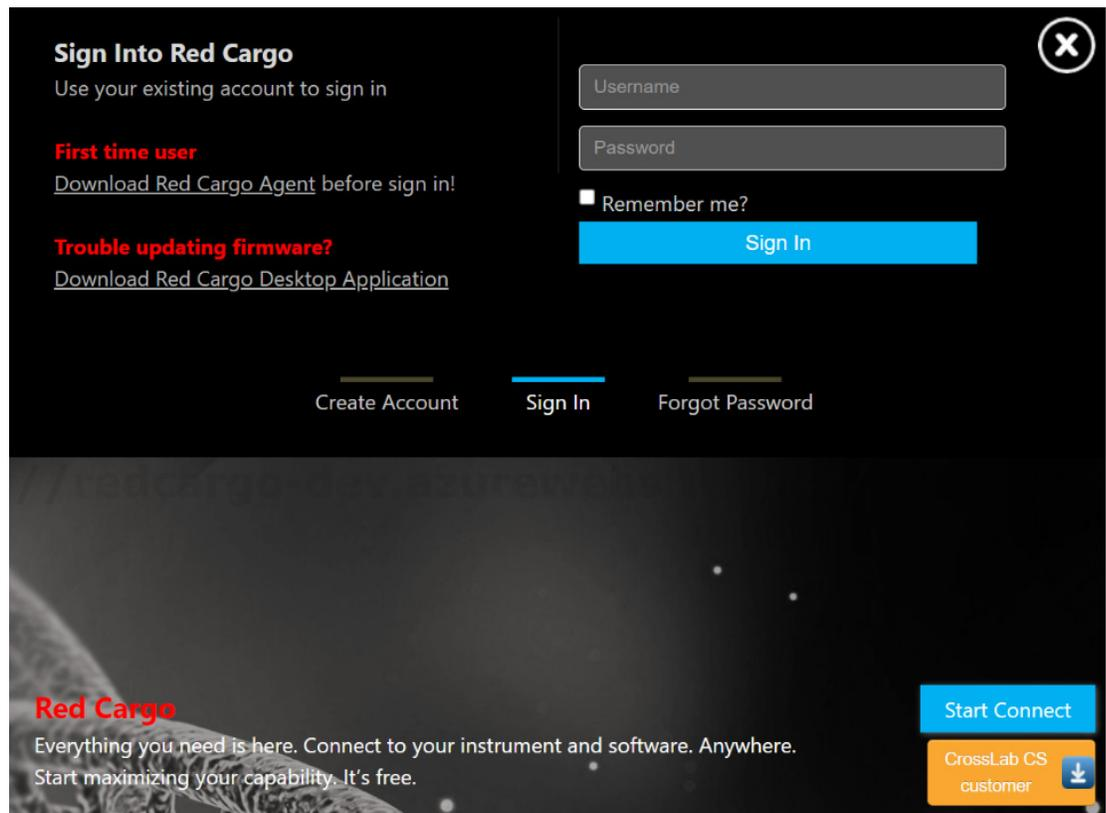

図 2. Red Cargo サインインウィンドウ
- 2 **[Start Connect]** をクリックします (図 2 を参照)。